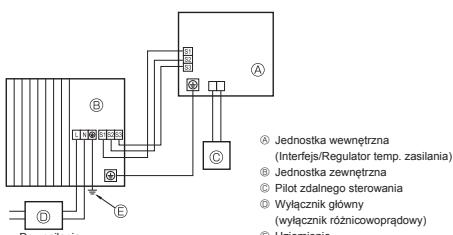

Fig. 7-1
7.1. Jednostka zewnętrzna (Fig. 7-1 i 7-2)
- Podłączyć przewody zgodnie z Fig. 7-1 i 7-2.